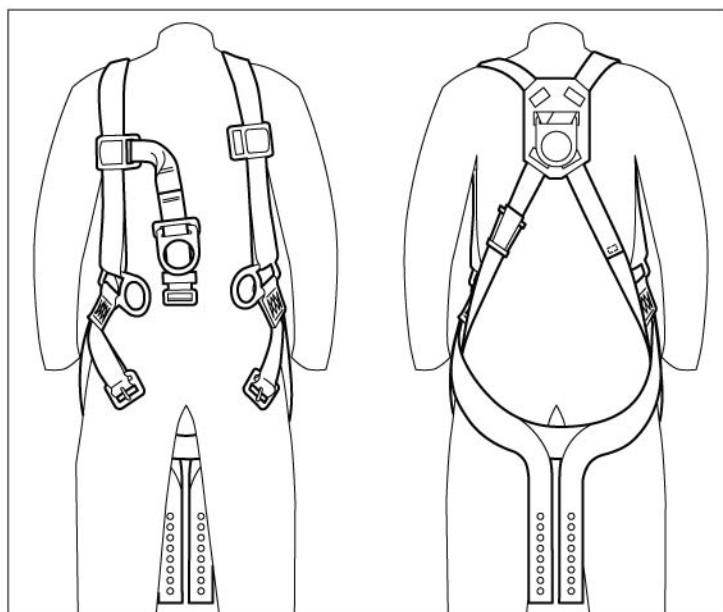

图8
7.1.2 将安全带挂到肩膀上,使下骨盆束带位于身后。(见图8)